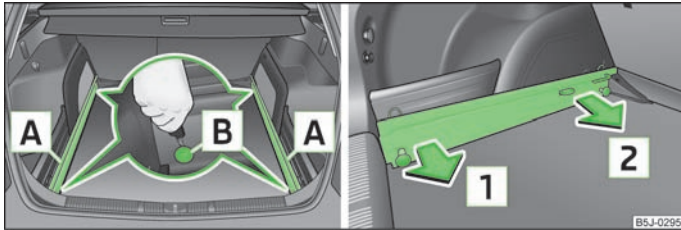

Abb. 50 Sicherungspunkte lösen / Tragschienen herausnehmen
- › Die Sicherungspunkte **[B]** » Abb. 50 an den Tragschienen mit dem Fahrzeugschlüssel bzw. mit einem flachen Schraubendreher lösen.
- › An jeder Tragschiene die beiden Sicherungspunkte **[B]** » Abb. 50 bis zum Anschlag drücken.